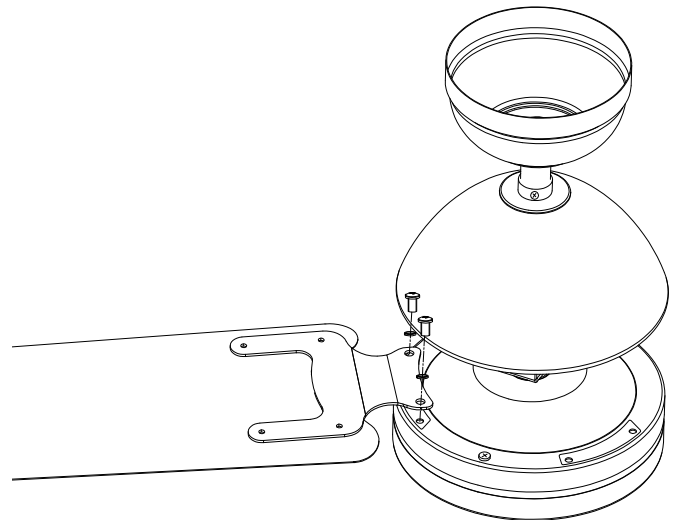

Fig. 9
**Étape 5.** Serrez toutes les vis. (Fig. 9)